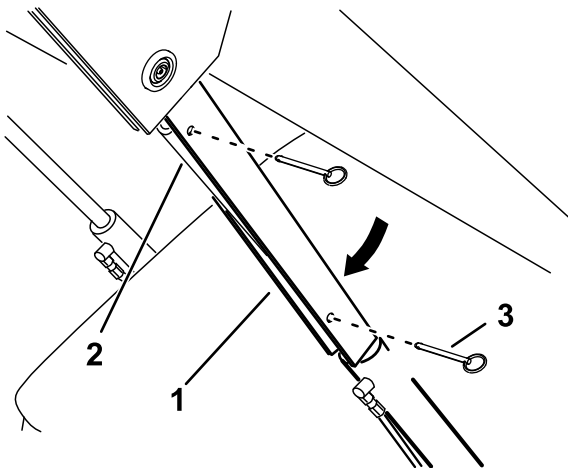

Figure 28
5. Glissez le dispositif de blocage de vérin sur la tige du vérin (Figure 28).